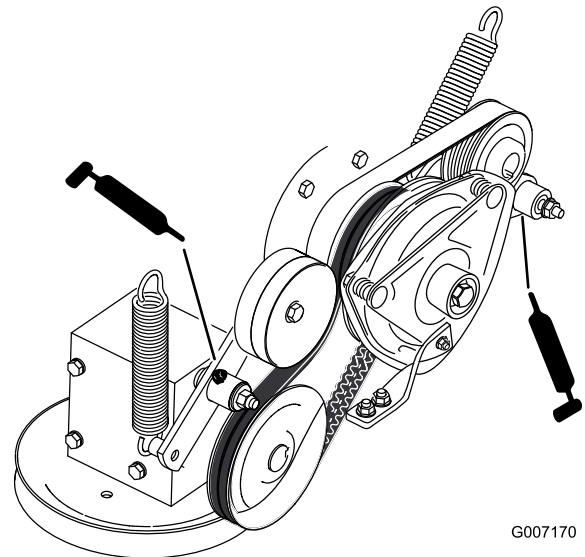

Figure 36
7. Graissez le bras de la poulie de tension de la courroie d'entraînement de PDF (Figure 36).
8. Graissez le bras de la poulie de tension de la courroie de pompe (Figure 36).